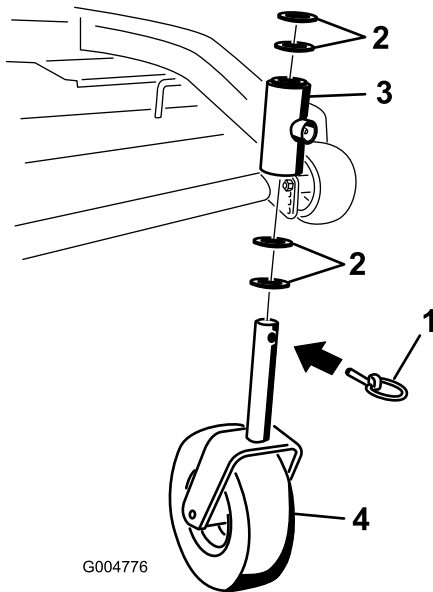

Figure 42
2. Enlevez la goupille de sécurité et la ou les entretoise(s) du haut de la chape de la roue pivotante (Figure 42).
6. Vérifiez l'usure de la chape de la roue pivotante et remplacez-la le cas échéant (Figure 42).
7. Insérez la chape dans les bagues à l'intérieur du tube de montage. Remplacez la ou les entretoise(s) sur la chape et fixez-les avec la bague de retenue (Figure 42).